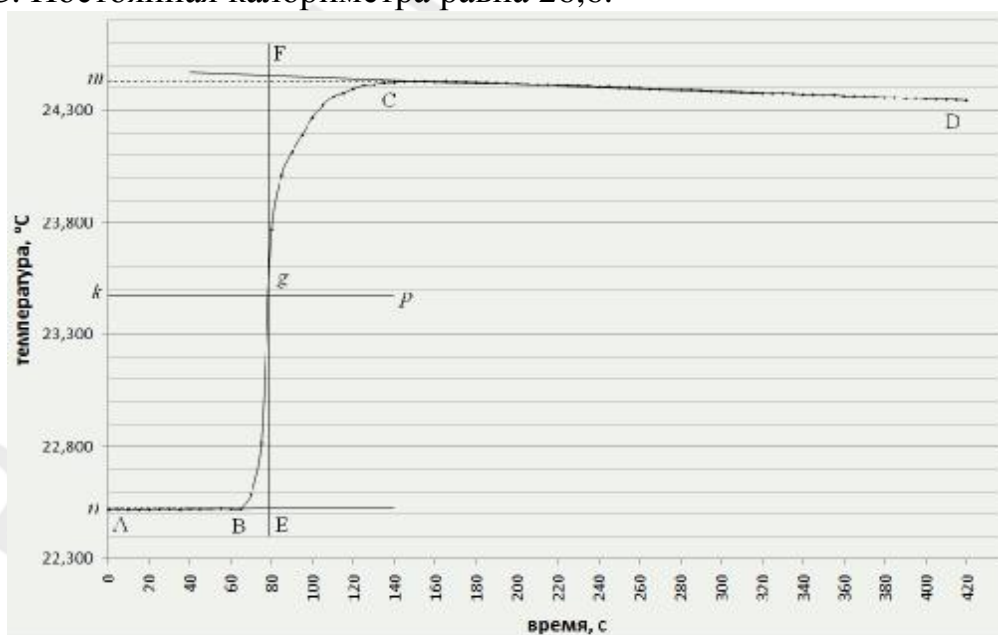
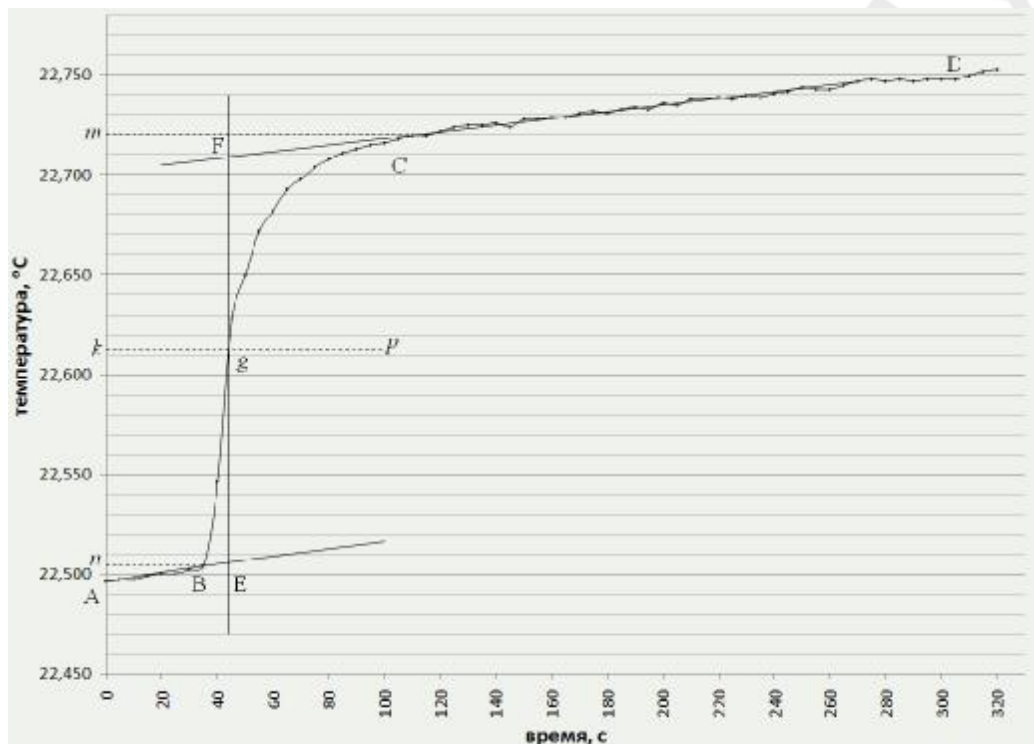

Рис. 18. Изменение температуры при нейтрализации  $3 \text{ мл}$   $4,9 \text{ М}$  раствора  $\text{HCl}$
Рис. 19. Изменение температуры при разведении 3 мл 4,9 М раствора HCl
**Пример расчета теплоты нейтрализации.** При нейтрализации  $3 \text{ см}^3$   $4,9 \text{ М}$  раствора  $\text{HCl}$   $0,15 \text{ М}$  раствором  $\text{NaOH}$  ( $100 \text{ см}^3$ ), действительное изменение температуры, определенное графическим методом (рис. 18), составило  $1,931 \text{ }^\circ\text{C}$ . Действительное изменение температуры при разведении кислоты, определенное графическим методом (рис. 19), составило  $0,206 \text{ }^\circ\text{C}$ . Постоянная калориметра равна  $26,6$ .